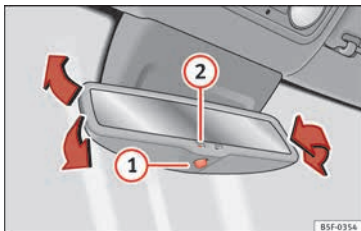

Fig. 19 Retrovisor interior con ajuste automático* para posición antideslumbrante.
- Activar el antideslumbrante automático: pulse el botón **1** » **fig. 19**. Se ilumina el